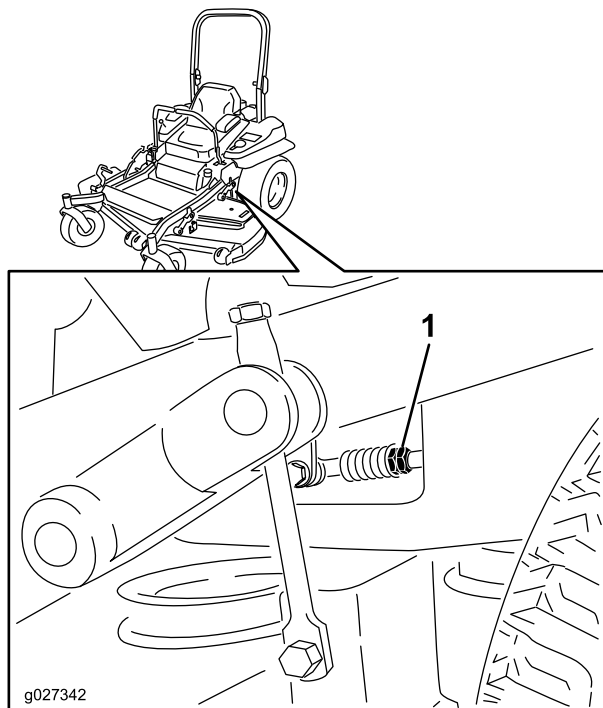

Figura 86
- Ajuste la longitud de las varillas de control de las bombas girando las tuercas dobles de la varilla en el sentido apropiado, hasta que las ruedas se muevan ligeramente en marcha atrás (Figura 86).